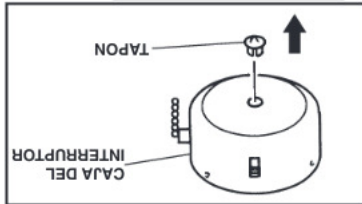

FIG. 17
**Paso 1.** Quite el tapon de la caja del interruptor. (Fig. 17)